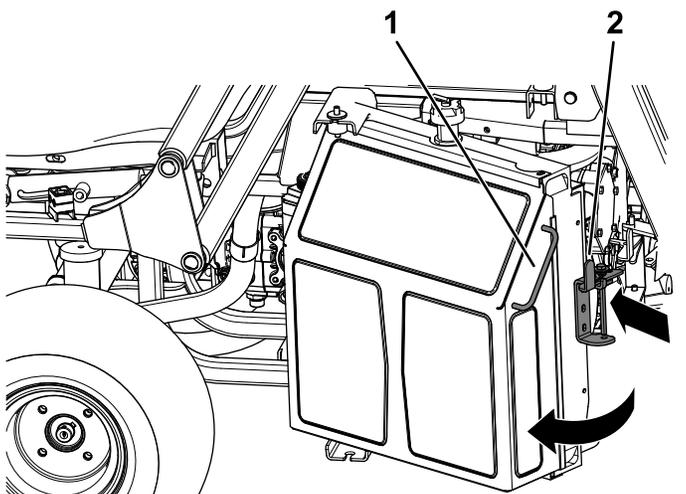

Figura 58
1. Presione el enganche del radiador hacia dentro, hacia el radiador (Figura 58).
2. Con el tirador en el lado del radiador, gire el radiador para acceder al motor (Figura 58).